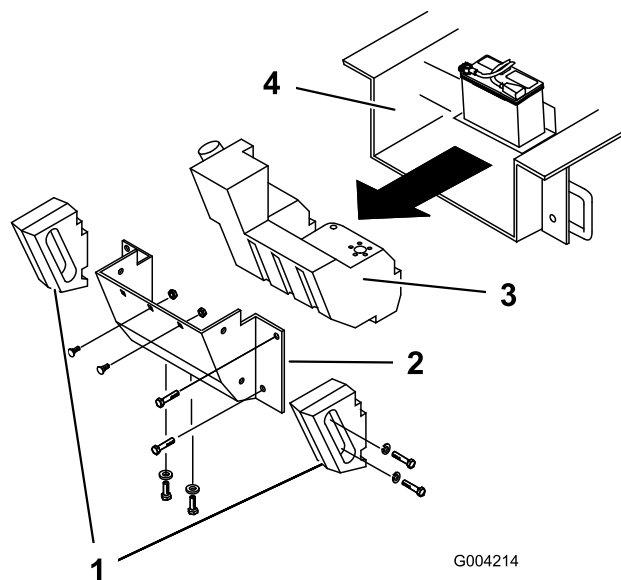

Figura 57
Con el tiempo, el chasis debajo del motor acumula suciedad y residuos que deben ser eliminados. Abra el capó e inspeccione frecuentemente la zona debajo del motor con una linterna. Cuando la acumulación de residuos llegue a 2,5–5 cm de grosor, complete el procedimiento siguiente (consulte Figura 57 para todo este procedimiento):
4. Retire los pernos, las arandelas y las arandelas de freno que fijan los dos contrapesos laterales, y retire los contrapesos (Figura 57).
7. Retire las seis tuercas y los pernos que fijan el panel trasero, y retire el panel (Figura 57).
9. Deslice el depósito de combustible hacia atrás (Figura 57).
16. Introduzca el depósito de combustible parcialmente en el chasis (Figura 57).
22. Vuelva a colocar el panel trasero y fíjelo con los seis pernos y las tuercas que retiró anteriormente (Figura 57).
24. Instale los contrapesos laterales con los pernos, las arandelas y las arandelas de freno que retiró anteriormente (Figura 57).